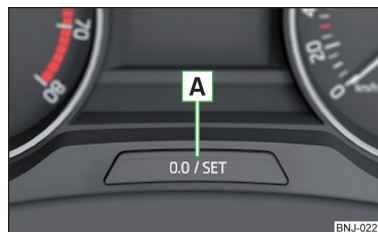

Рис. 27
- Утримуйте кнопку **A** » Рис. 27 натиснутою, доки на дисплеї не відобразиться пункт меню **Сервіс**.